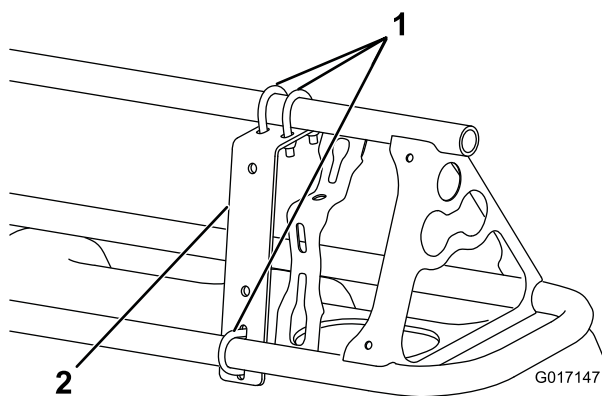
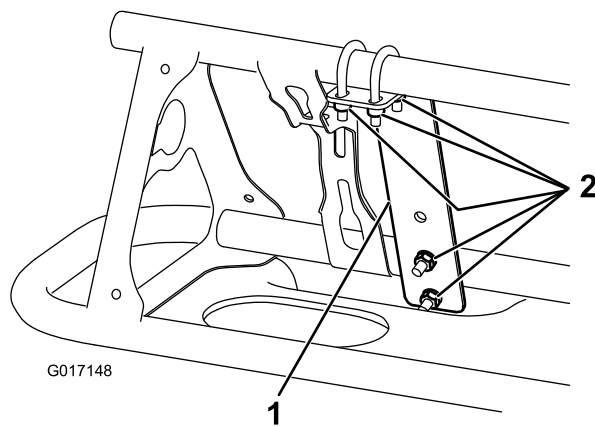

Figura 8
Figura 9
1. Instale un soporte de montaje en el lado delantero de cada brazo cerca de la boquilla exterior con 3 pernos en U y 6 contratuercas (1/4 pulgada) (Figura 8 y Figura 9).